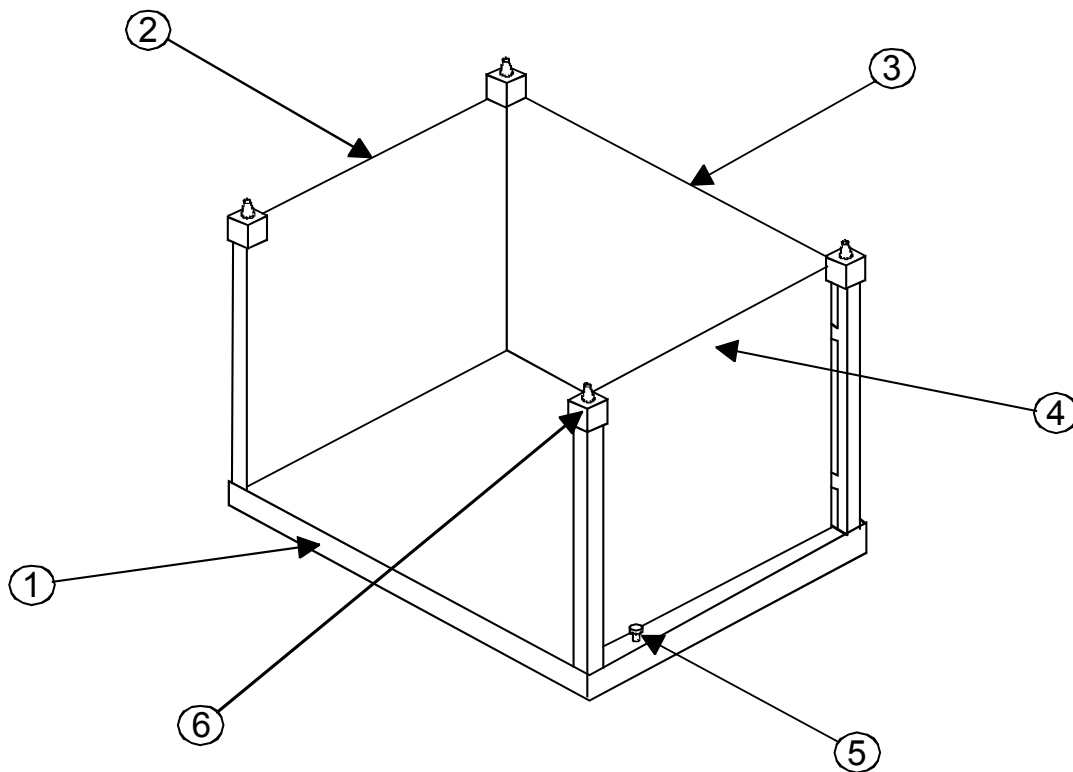
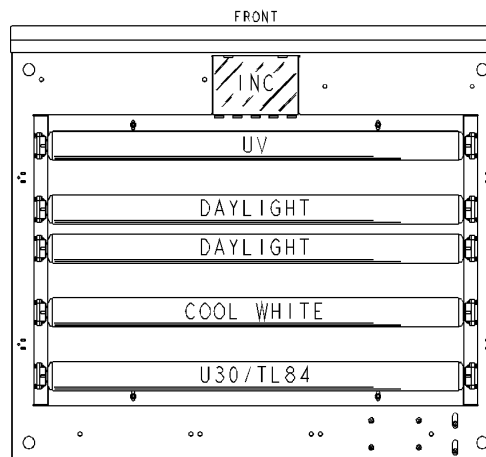

Figure 1 – Montage de la cabine à lumières
Figure 2 – Remplacement des lampes
1. Sortez de leur rangement et identifiez tous les éléments mentionnés à la Figure 1. Mémo­risez l'ordre dans lequel vous les avez pris. Pour remballer l'appareil, vous devrez replacer chaque élément de la même façon.
2. Placez le panneau inférieur (1) sur une surface propre et lisse.
3. Insérez les onglets situés en bas du panneau arrière (3) dans les encoches se trouvant à l'arrière du panneau inférieur (1). Fixez le panneau arrière au panneau inférieur à l'aide de deux vis à ailette.
4. Tout en maintenant le panneau arrière, insérez les ergots de fixation latéraux du panneau gauche (2) dans le panneau arrière (3). Fixez le panneau gauche au panneau inférieur à l'aide de vis à ailette.
5. Insérez les ergots latéraux du panneau droit (4) dans le panneau arrière (3). Fixez le panneau droit au panneau inférieur à l'aide de vis à ailette.
6. Placez un capuchon de tube dans chacun des quatre (4) coins de la cabine en les insérant dans les ergots situés sur chaque panneau. Exercez une pression sur les capuchons de tube pour les mettre en place.
7. Pour insérer toutes les ampoules fluorescentes dans le châssis, consultez la Figure 2 ci-après.
2. Consultez la Figure 2 ci-après afin de respecter la configuration de remplacement. Remplacez *toutes* les lampes.